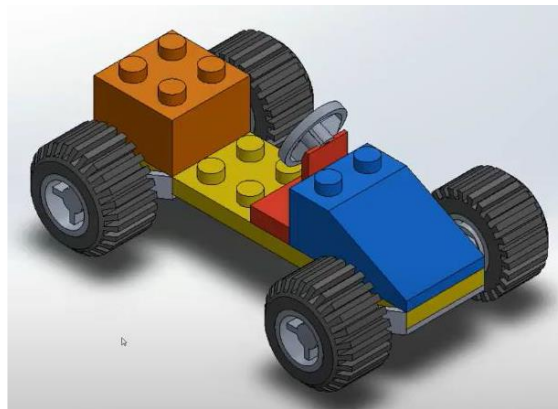
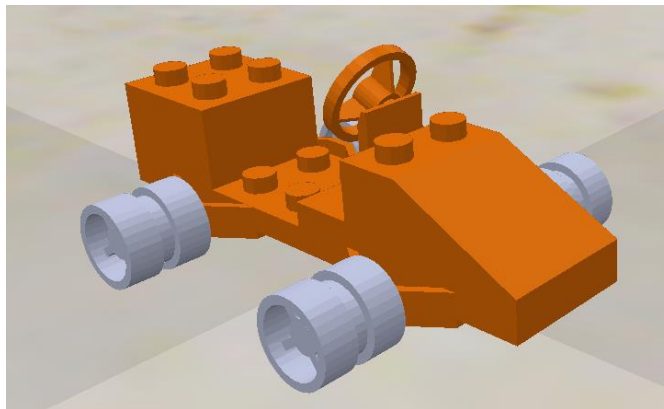

Figura 1. Plataforma CAD en SolidWorks
Figura 2. Plataforma en Coppelia Sim
1. De acuerdo a lo desarrollado como laboratorio del segundo corte (plataforma en físico), realizar el ensamble de la plataforma en SolidWorks (ver Figura 1), teniendo en cuenta que dicho ensamble en el software CAD deberá ser idéntico a la plataforma que armó físicamente cada grupo de trabajo. Así mismo, se pueden apoyar sobre la página [GRABCAD](https://grabcad.com/) para descargar objetos 3D (protoboards, Arduinos, PIC, baterías, motoredutores, etc.). De igual manera, las ruedas diferenciales de la plataforma deben girar a través de un estudio de movimiento en el mismo SolidWorks. Además, importar el CAD a CoppeliaSim (ver Figura 2) y simular los movimientos adelante, atrás, izquierda y derecha, a partir de la cinemática de la plataforma diferencial.